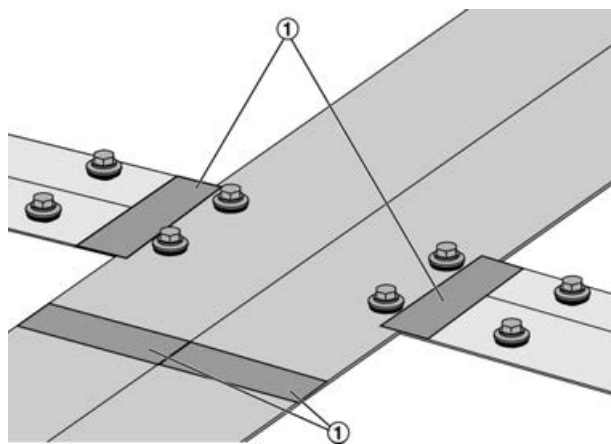

Abb. 22: Stoßstellen abdichten
- 2 ▶ Die Stoßstellen (Abb. 22 /1) der Abdeckschienen mit beiliegenden Aufklebern (100 x 40 mm) abdichten.